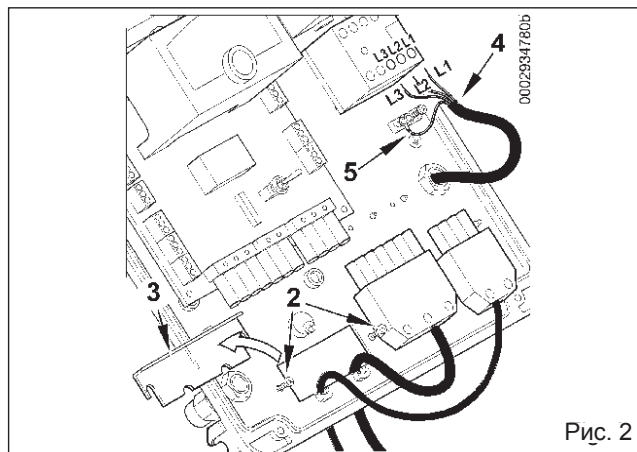

Рис. 2
- 1) Снимите крышку, отвернув четыре винта (1), как показано на рисунке 1, не убирая прозрачное окошко. Так будет получен доступ к электрическому щиту горелки.
- 2) Ослабьте винты (2). После снятия кабельного зажима (3) пропустите через отверстие 7-штырьковый и 4-штырьковый разъёмы (см. рисунок 2). Подсоедините токоподводящие провода (4) к дистанционному выключателю, закрепите заземляющий провод (5) и затяните соответствующий кабельный зажим.
- 3) Установите зажимную пластинку, как показано на рисунке 3. Поверните эксцентрик (6) так, чтобы пластинка должным образом надавила на два провода. После этого затяните крепежные винты пластинки. Наконец, соедините два разъёма, 7- и 4-штырьковый.